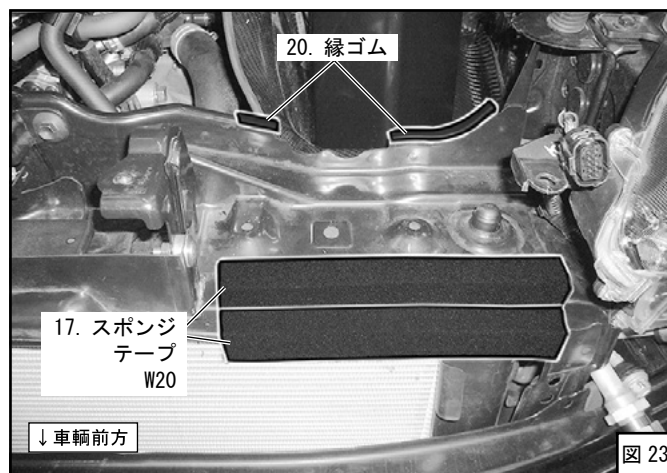

図 23
(23) スポンジテープ W20 (太)、縁ゴムを貼付けてください。(図23)